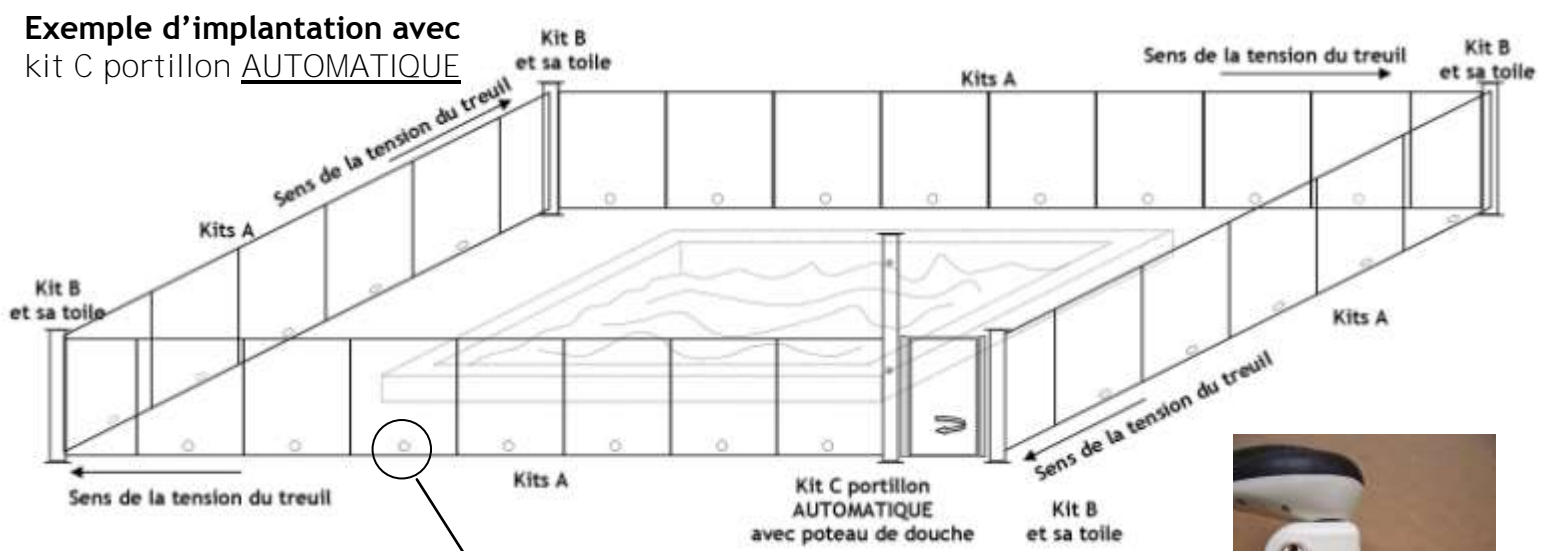

Fig. 4
- Mettre en place les tendeurs élastiques de sécurité suivant Fig.4 ci-après.